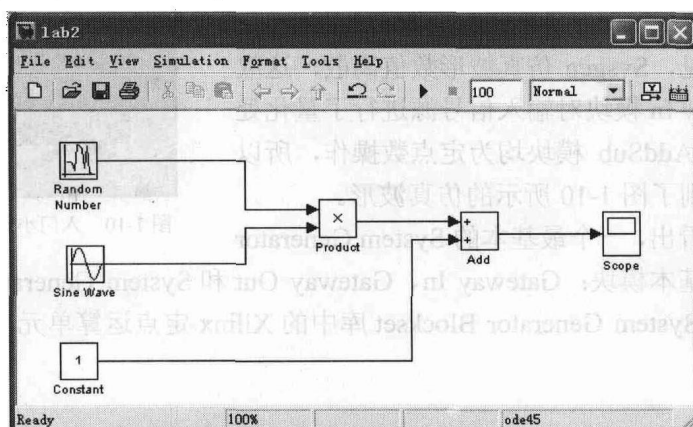

图 1-7 入门小例子 Simulink 图
(1) 打开 Simulink, 点击 File → New → Model, 新建一个工程文件 (Lab2.mdl)。
(2) 在 Simulink → Sources 中找到 Random Numbers、Sine Wave 和 Constant 3 个模块, 分别加入当前工程。在 Simulink → Math Operations 中找到 Product、Add 模块, 也加入当前工程, 并且在 Simulink → Sinks 中找到 Scope 模块, 将其加入当前工程, 正确连线如图 1-7 所示。